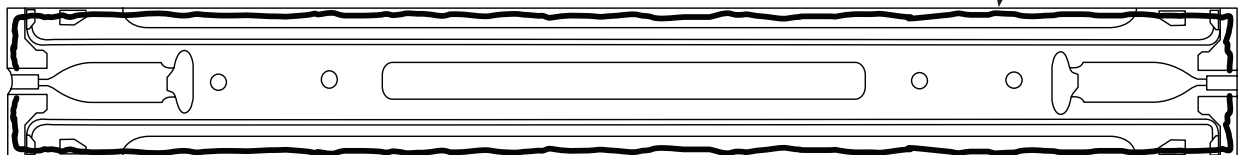

FIGURE 5
- (Voir figure 5) pour l'emplacement de l'adhésif.
REMARQUE : Les emplacements des rivets auto-perceurs et de l'adhésif illustrés ci-dessous sont basés sur les dessins de production originaux et ne doivent être utilisés qu'à titre de guide. (Voir figure 5).